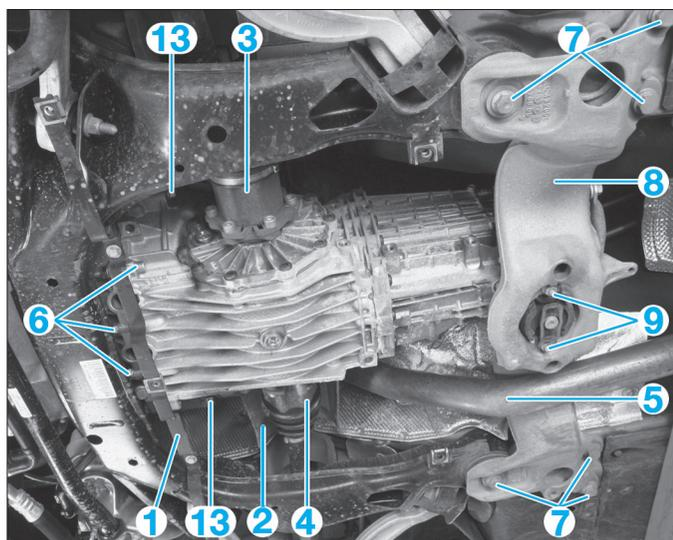

Fig. 2
- le support du carénage (1) (Fig.2).
- Déposer la tôle de protection thermique (2) de la transmission droite.
- Dévisser les transmissions gauche (3) et droite (4) des arbres de sorties de la boîte de vitesses.
- Déposer la partie avant de l'échappement (5).
- Dévisser les trois vis d'assemblage inférieures (6) de la boîte de vitesses.
- Déposer les vis de fixation (7) de la traverse arrière (8) sur la caisse.
- Dévisser les écrous (9) du support de boîte de vitesses sur la traverse arrière et la déposer.
- Déposer les vis d'assemblage moteur/boîte de vitesses restantes (13) (Fig.2).